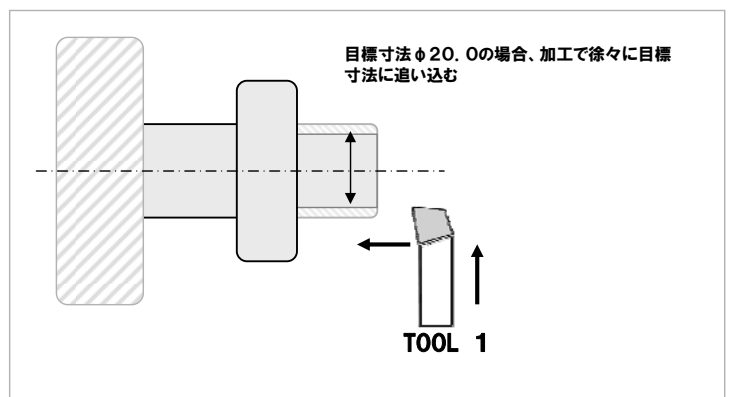

図4
- ③ X軸を切り込み位置に移動し、Z軸移動させ加工してください(図4)